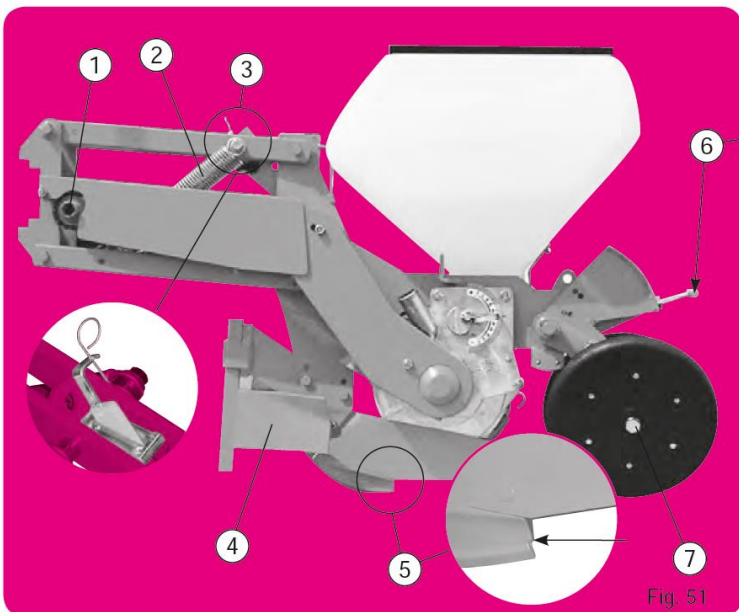

Fig. 51
### Wersja podstawowa (fig. 51):
- **(1).** Zabezpieczenie (fig. 51): powoduje „stukot” w przypadku zablokowania sekcji wysiewającej. W takim przypadku należy się zatrzymać. Przesmarować zęby sprzęgła kłowego podczas uruchomienia siewnika, aby ułatwić jego późniejsze działanie.
- **(7).** Regulacja rozstawu kół do siewu kukurydzy (fig. 51): 2 pierścienie na piaście, które umieszczono ze strony wewnętrznej bądź zewnętrznej, umożliwiają otrzymanie 2 podstawowych rozstawów. Używać kół dokręconych do siewu powierzchniowego (1 do 3 cm).
- **(9).** Fig. 60: Głębokość ustawiana na przednim kole, na sekcji do wysiewu kukurydzy (fig. 51) – dla tego wyposażenia należy zaopatrzyć się w zestaw (fig. 56) oraz koło przednie 300 x 100 (fig. 59). Rozpocząć montaż poprzez odkręcenie tylnego bloku ugniatającego (12) od ramienia regulującego (13) (fig. 55). W tym celu: ściągnąć zawleczkę (14), tylny blok ugniatający (12) pozostaje wolny. Sektor (15) pozostaje zamocowany na korpusie (16) za pomocą śruby (17) w P2 (fig. 60). Zamontować zestaw regulacji głębokości poprzez „system wózkowy” (fig. 56) wg schematu (fig. 60). Głębokość robocza zostanie osiągnięta poprzez zmianę pozycji koła przedniego w wyniku zmiany położenia dźwigni (13) (regulacja stopniowa za pomocą otworów).
- **(10).** Fig. 60: Głębokość ustawiana na przednim kole, na sekcji do wysiewu kukurydzy (fig. 51) – dla tego wyposażenia należy zaopatrzyć się w zestaw (fig. 56) oraz koło przednie 300 x 100 (fig. 59) lub zestaw podwójnego kroju talerzowego z kołami 285 x 65 (fig. 61). Rozpocząć montaż poprzez odkręcenie tylnego bloku ugniatającego (12) od ramienia regulującego (13) (fig. 55), ściągnąć zawleczkę (14), tylny blok ugniatający (12) musi pozostać połączony z sektorem (15) poprzez śrubę (18) w P3 (fig. 60). Zamontować koło 300 x 100 (19) z jego ramionami (20) i rozgarniaczem (21).